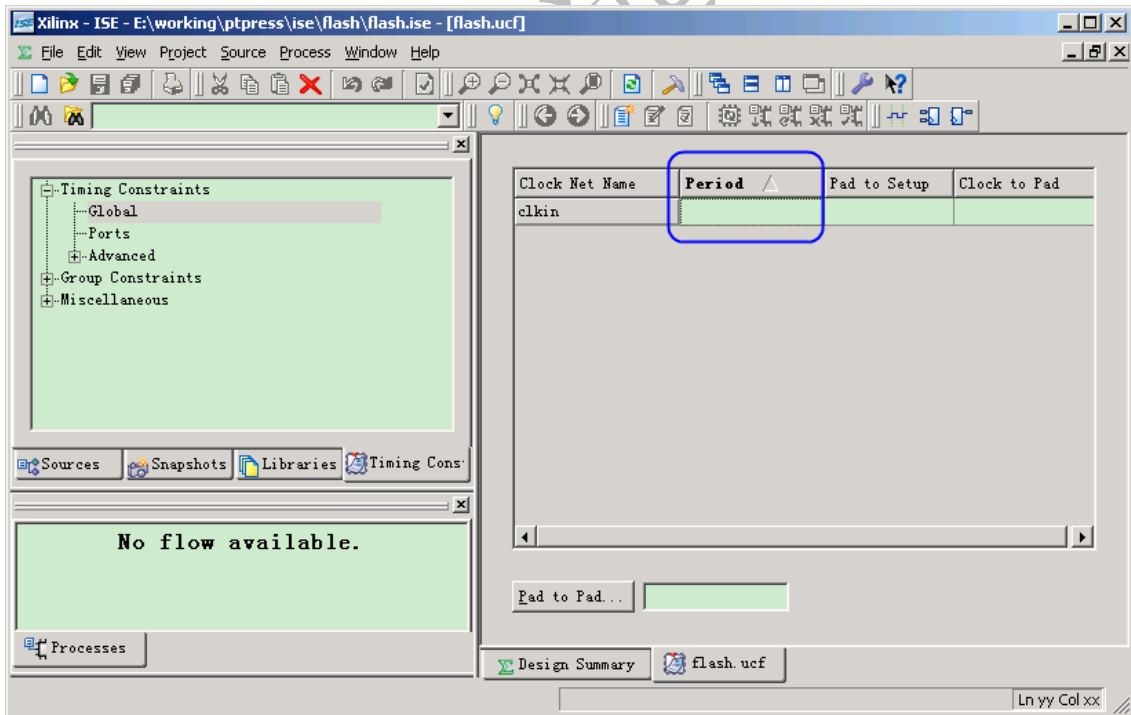
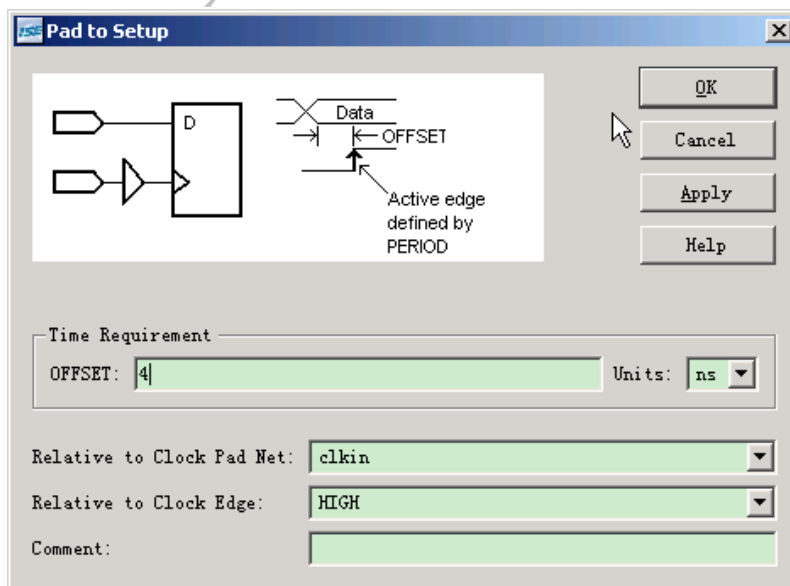
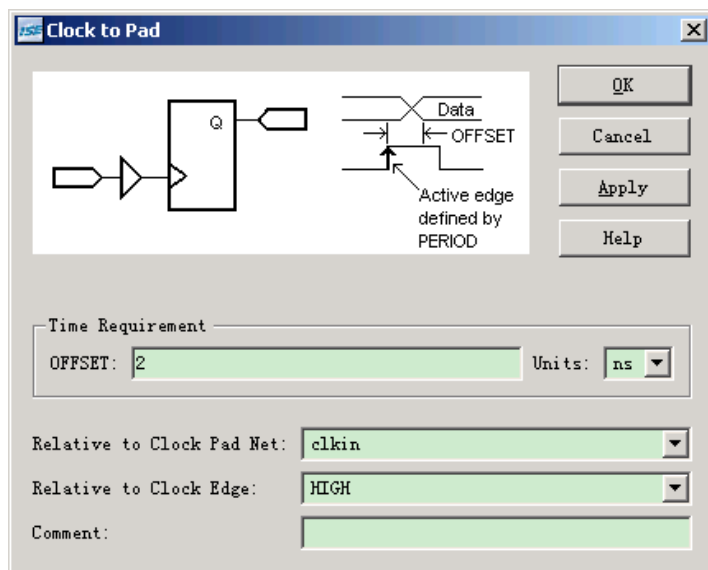

图 2.12 Constraints Editor 界面
图 2.14 设置建立时间约束对话框
图 2.15 设置保持时间约束对话框
(2) 打开如图 2.12 所示界面，首先设置系统时钟周期约束。
(5) 在图 2.12 中双击“Pad to Setup”标签下的空白处，会弹出设置建立时间的对话框，如图 2.14 所示。这里设置建立时间为 4ns，相对于 clkin 的上升沿。
(6) 在图 2.12 中双击“Clock to Pad”标签下的空白处，会弹出设置保持时间的对话框，如图 2.15 所示。这里设置建立时间为 2ns，相对于 clk_{in} 的上升沿。